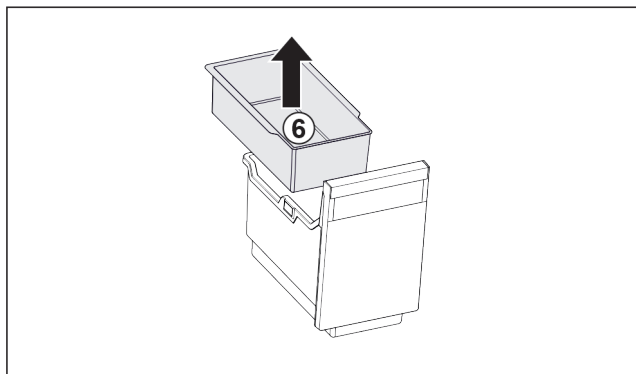

Fig. 95
- ▶ Vyměňte závěsnou misku Fig. 95 (6).